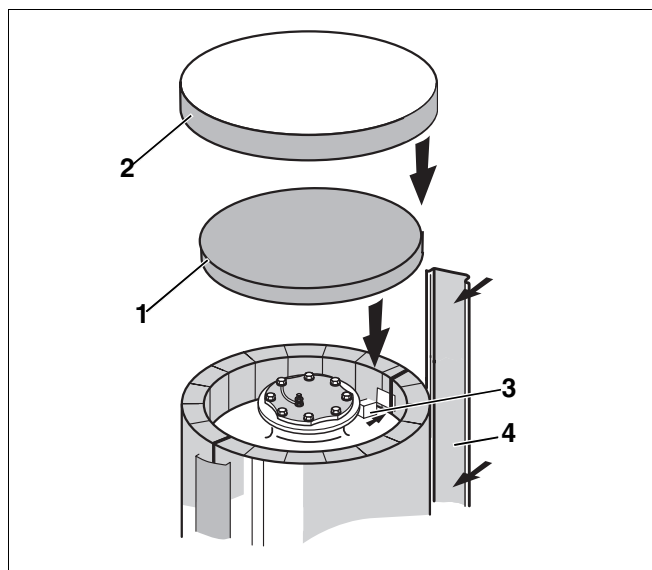

Рис. 8 Теплоизоляция крышки верхнего смотрового люка
- Вставить накладную планку (рис. 8, **поз. 4**) в торцевую планку теплоизоляции.
- Изнутри в вырез вставить прямоугольные теплоизоляционные заглушки (рис. 8, **поз. 3**).
- Теплоизоляционный круг (рис. 8, **поз. 1**) положить на верхнюю крышку смотрового люка таким образом, чтобы его края совпали с краями боковой теплоизоляции.
- Надеть верхний кожух бака-накопителя (пластмассовую крышку, рис. 8, **поз. 2**) сверху теплоизоляционного круга так, чтобы в него вошли края боковой теплоизоляции.